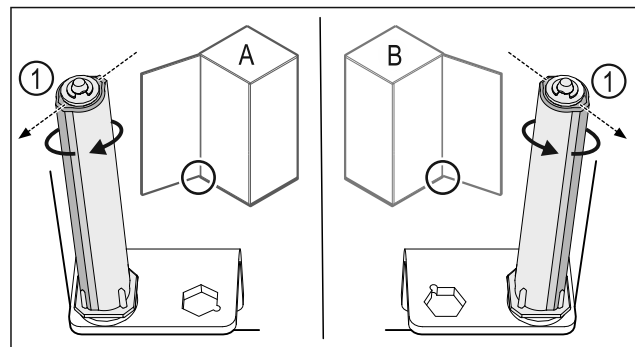

Fig. 36 Levý doraz (A) / pravý doraz (B)
- ▶ Otáčejte uzavíracím systémem proti odporu, dokud nebude lamela uzavíracího systému Fig. 36 (1) ukazovat směrem ven.